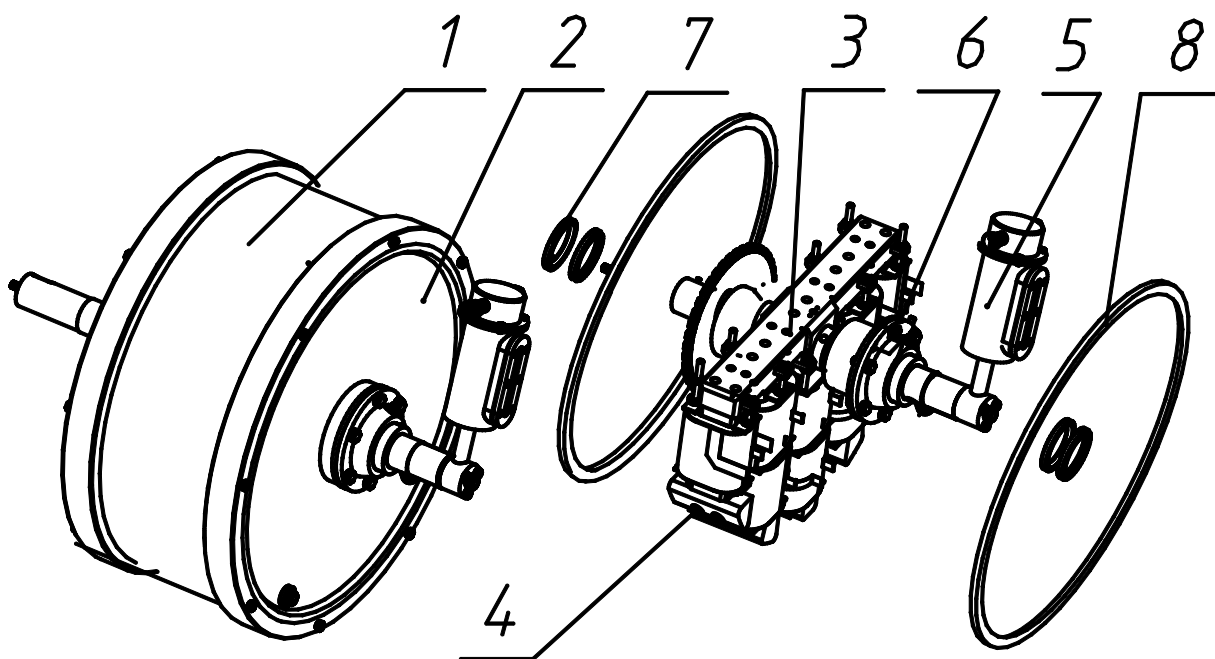

Рис.3. Магнитный барабан
5.1.1. Электромагнитный барабан изображен отдельно на рис. 3.. Он представляет собой обечайку 1 из немагнитной стали с крышками 2 из немагнитного материала.
Подвод тока к катушкам электромагнитной системы осуществляется кабелем, проложенным внутри оси барабана и соединенным с клеммами контактной коробки, совмещенной с масляным баком 5 (см. рис. 3.). Контактная коробка соединяется кабелем с пультом
5.1.9. Для контроля уровня масла на торце оси барабана установлен масляный бак 5 (рис.3), представляющий собой стальной цилиндр, на котором смонтирована контактная коробка.